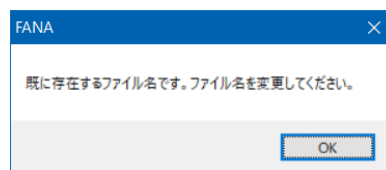

図 15
- ・「ファイル名」は、設計番号がデフォルトで表示されます。同一ファイル名がすでに存在する場合は、エラーメッセージ(図 15)が表示されますので、ファイル名を変更してください。